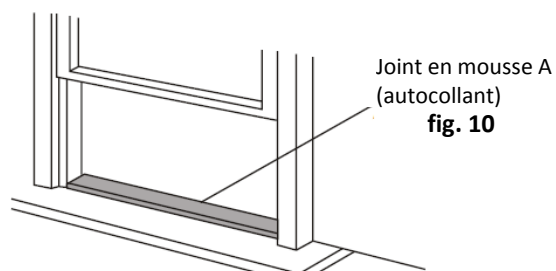

fig. 10
3. Coupez le joint en mousse (autocollant) en longueur correcte et collez-le sur le bord supérieur de l'adaptateur de fenêtre selon fig. 10.